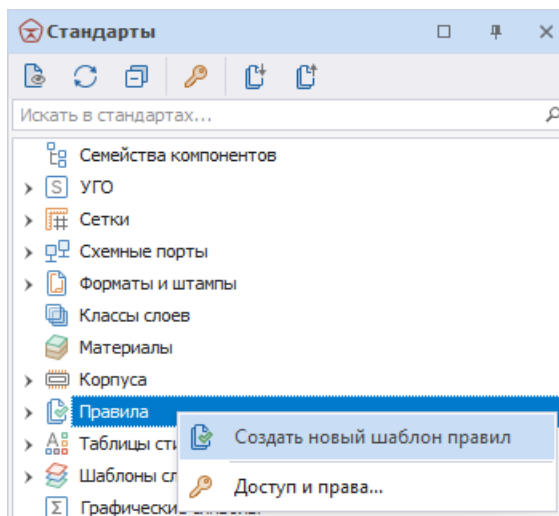

Рис. 94 Создание нового шаблона правил
1. Вызовите контекстное меню с узла «Правила» и выберите пункт «Создать новый шаблон правил», см. Рис. 94.